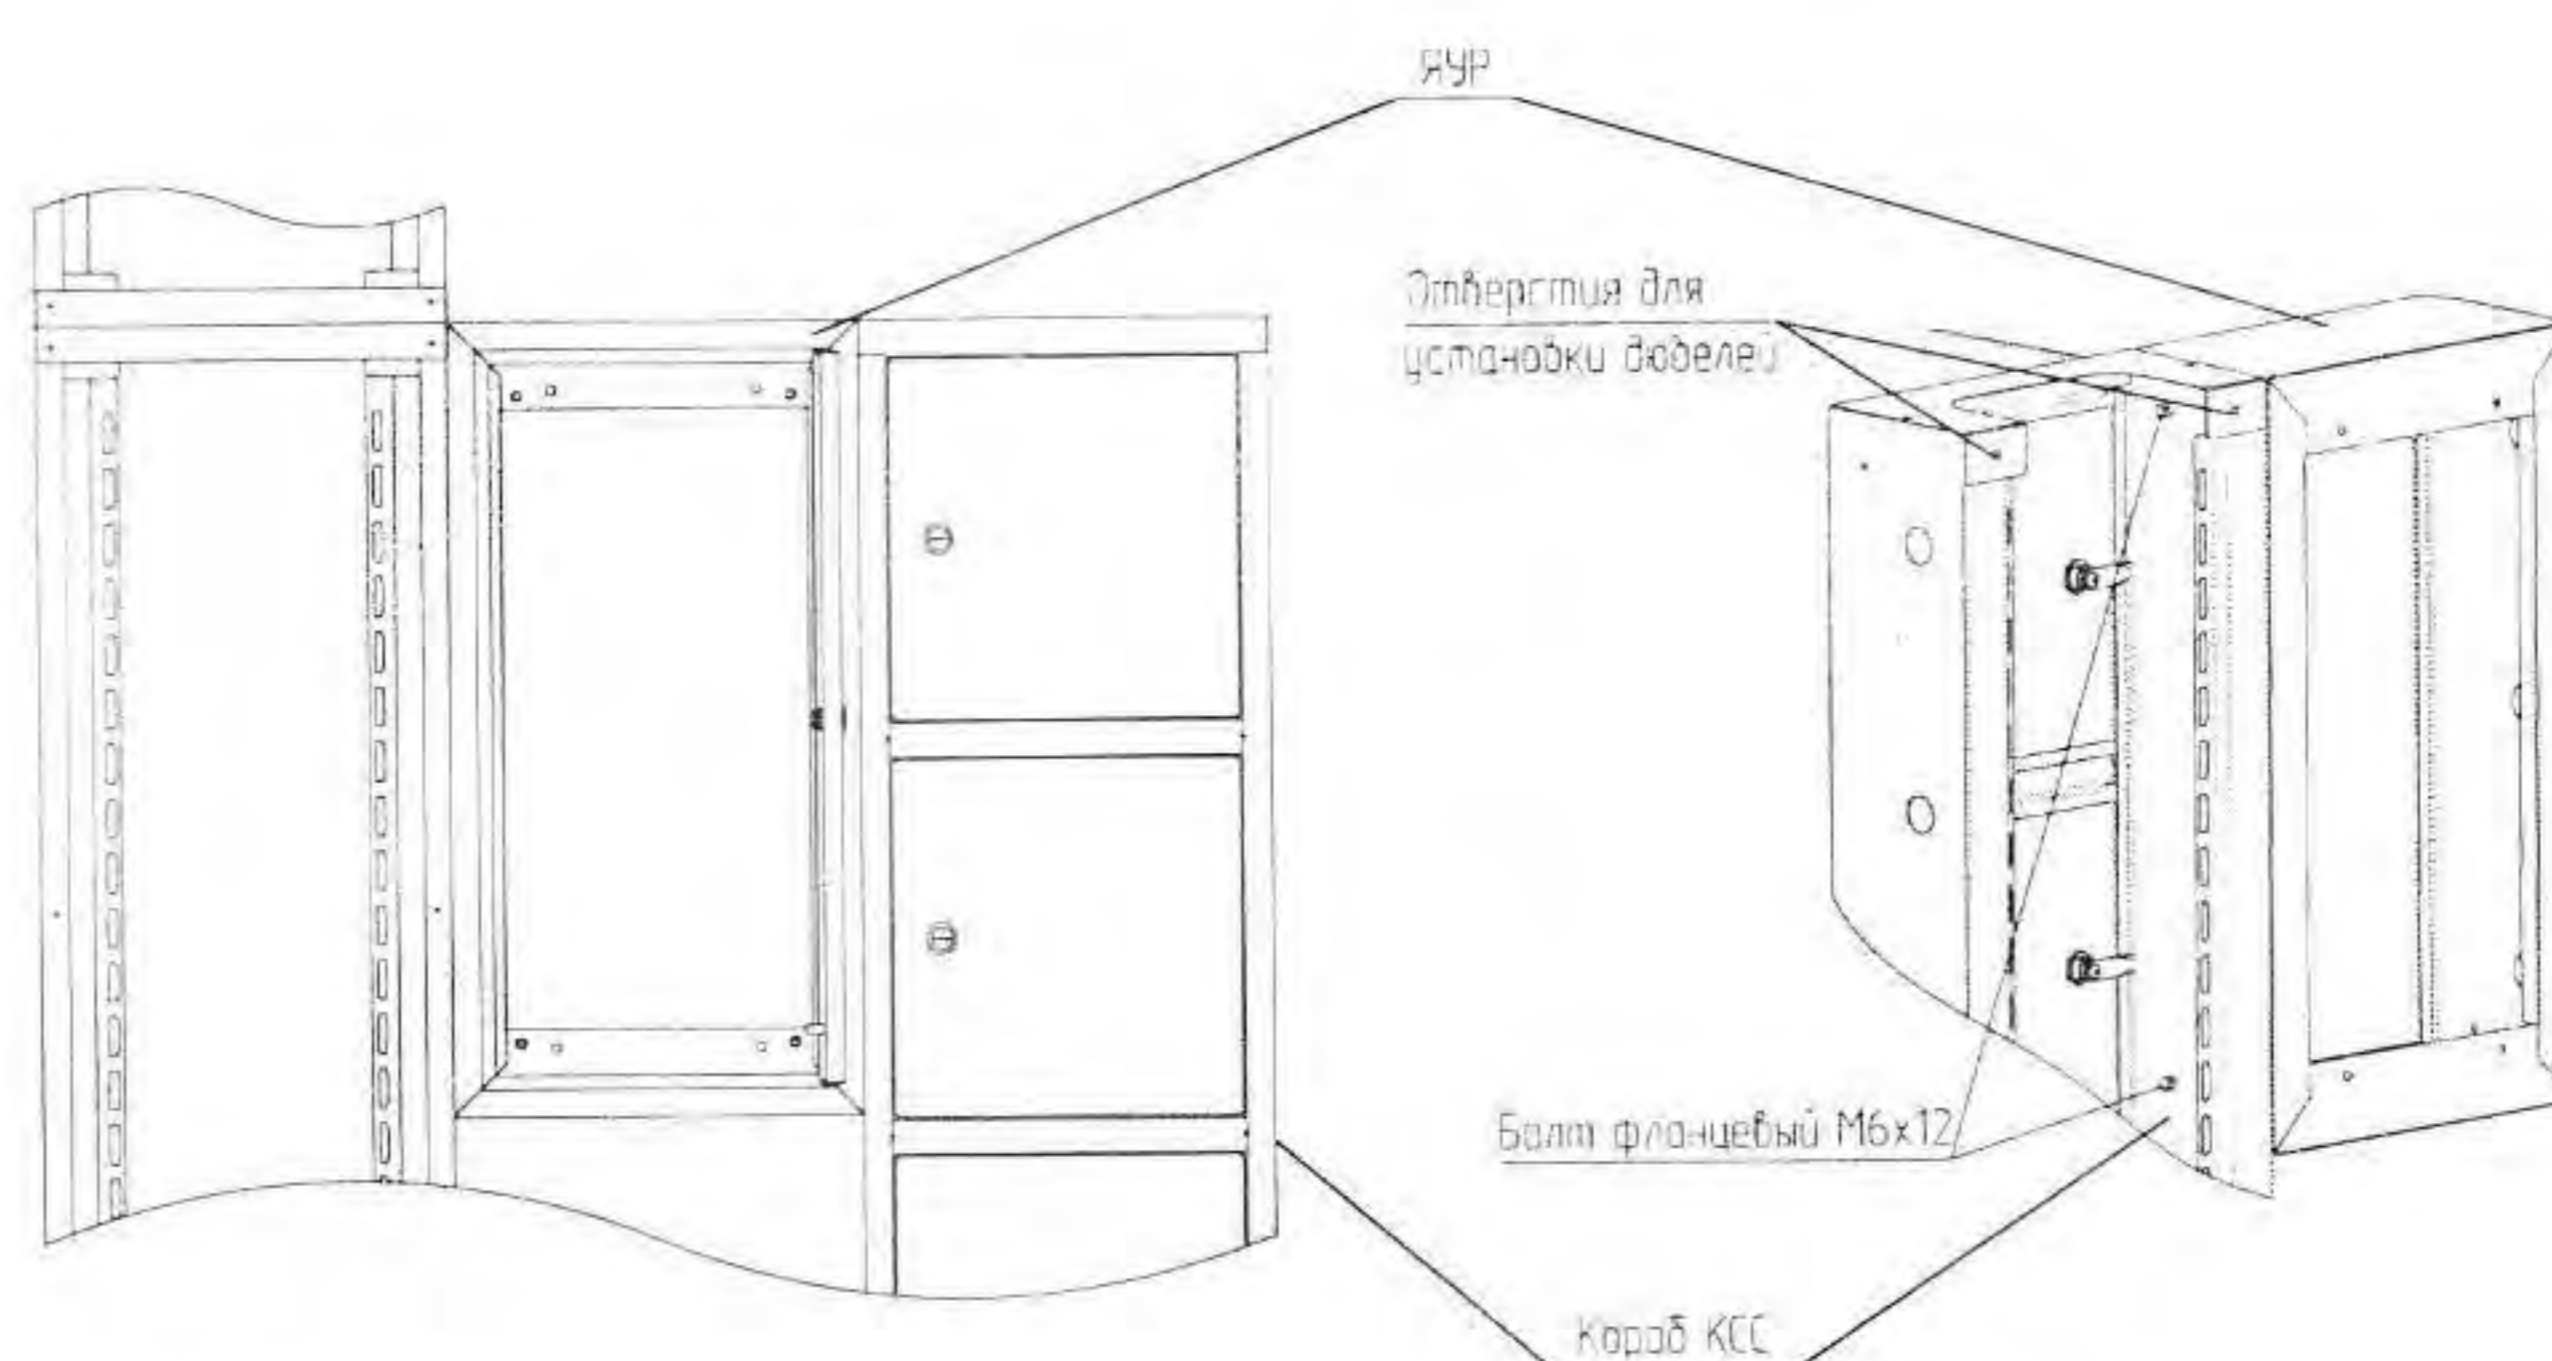

Рисунок 11
6.3 Установите короб КСС на пол к стене возле ЯУР (рисунок 11).